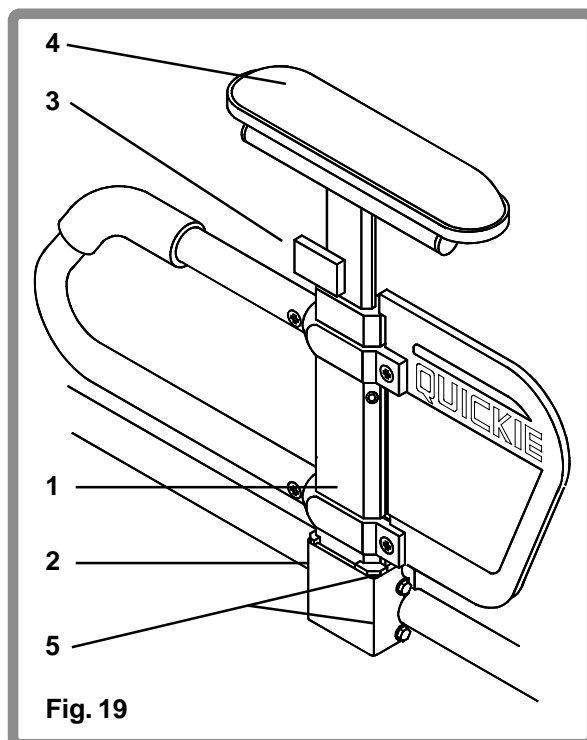

Fig. 19B
Pour régler la hauteur de l'accoudoir, faire tourner le levier de déverrouillage (3) jusqu'au second cran (Fig. 19B). Faire glisser l'accoudoir (4) vers le haut ou vers le bas à la hauteur désirée et remettre le levier en position de verrouillage. Pousser l'accoudoir jusqu'à ce que le montant supérieur se verrouille.